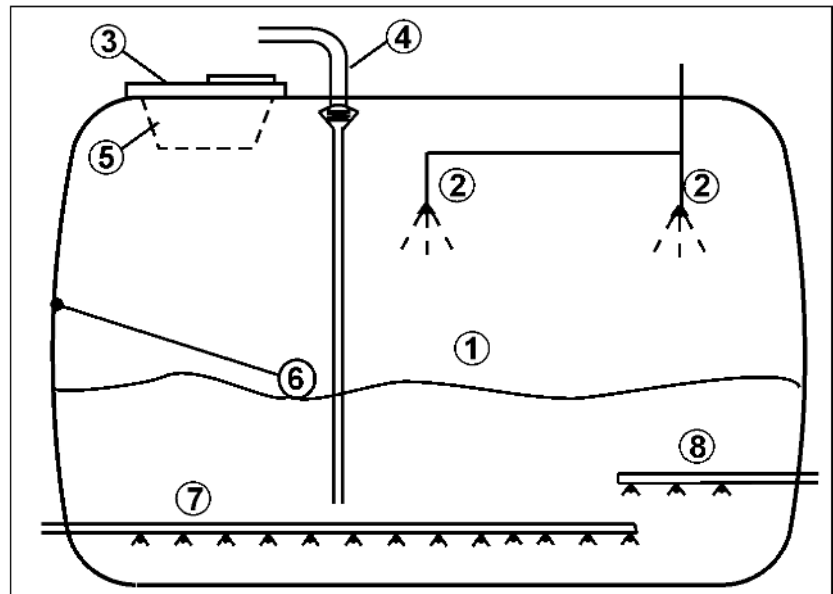

图 46
带曲柄的支脚（图 46/1）：
1. 松开制轮楔（图 46/2）。
2. 拔出销栓（图 46/3）。
3. 用把手（图 46/4）升高/降低支脚。
5. 用手动曲柄（图 46/5）